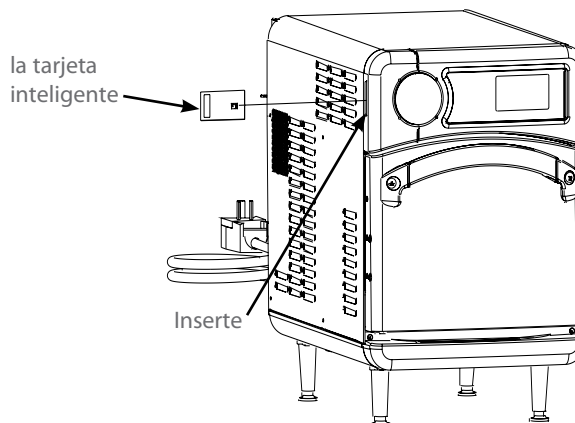

Figura 17: Insertando la tarjeta inteligente
3. Introduzca la tarjeta inteligente (Figura 17).
3. Inserte la tarjeta inteligente (Figura 17).
1. Inserte la tarjeta inteligente "1 de 3" (figura 17).